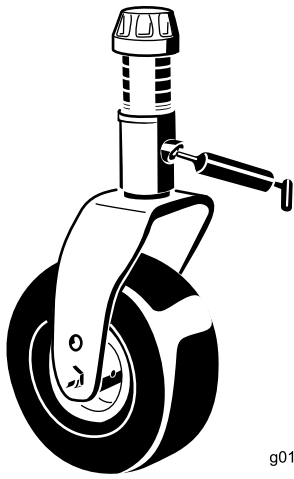

Bild 84
- Eine Laufradgabel-Wellenbüchse (Bild 84)